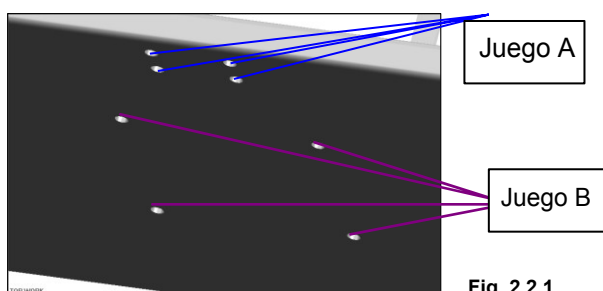

Fig. 2.2.1
4. Retirar el juego A de tornillos (4 \* M6 x20mm) debajo de la mesa. (Fig.2.2.1)